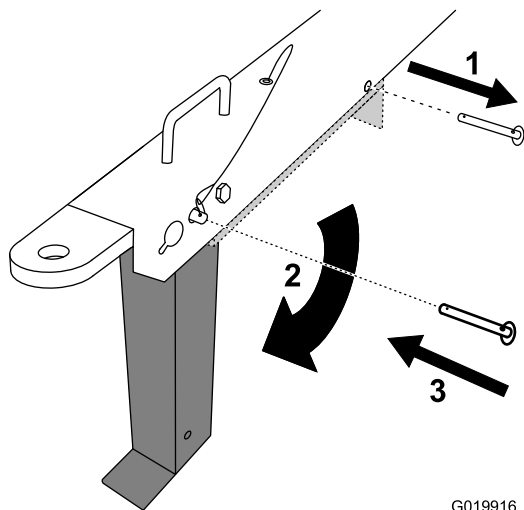

Figura 30
6. Retire el pasador de horquilla de la pata estabilizadora delantera y de la barra de tracción (Figura 30).
7. Gire la pata estabilizadora delantera hacia el suelo (Figura 30).
8. Introduzca el pasador a través del taladro delantero de la barra de tracción y de la pata estabilizadora delantera (Figura 30), y baje la máquina con cuidado al suelo.